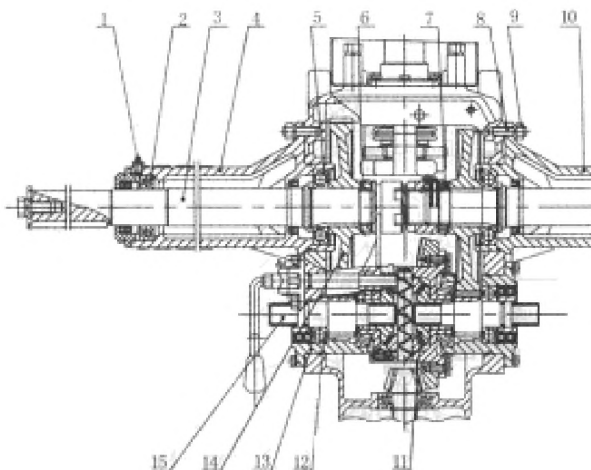

Рисунок 4-10. Редуктор.
Редуктор (рисунок 4-10) состоит из пары внешних цилиндрических шестерней, установленных в коробке передач. Ведущая передача (15) редуктора и вала являются одной частью, ее внутренняя оконечность соединена с шестерней полуоси (11), а внешнее окончание поддерживается в гнезде подшипника (13) подшипником качения 6307 (12). Гнездо подшипника соединено с коробкой передач болтом. Ведомая шестерня (14) редуктора соединена с ведущим валом